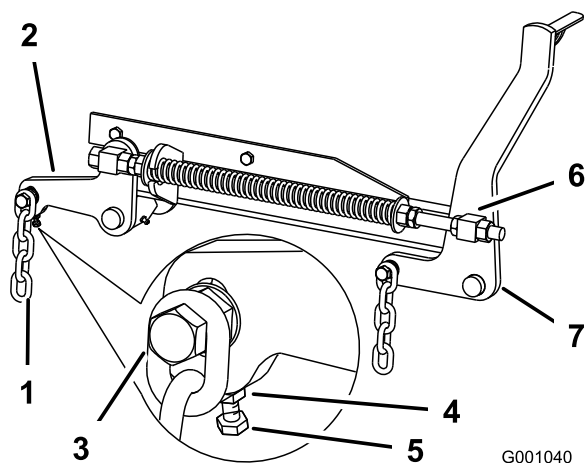

Figura 81
7. Si las medidas realizadas en las posiciones **B** o **C** no son correctas, afloje el perno que fija la cadena trasera al brazo de soporte trasero (Figura 81).
8. Afloje la contratuerca situada debajo del brazo de soporte trasero y ajuste el perno de ajuste hasta obtener una medida de 80 a 83 mm (3-1/8 a 3-1/4 pulg.) (Figura 81).
7. Afloje las contratuercas de pivote delantero, en la parte delantera de los pivotes derecho e izquierdo, aproximadamente 13 mm (1/2 pulg.) (Figura 81).
8. Ajuste las tuercas de elevación en el lado izquierdo y derecho de la máquina hasta obtener una distancia de 6 a 10 mm (1/4 a 3/8 pulg.) menos en la parte delantera en **A** que en la parte trasera, en **B** (Figura 81).